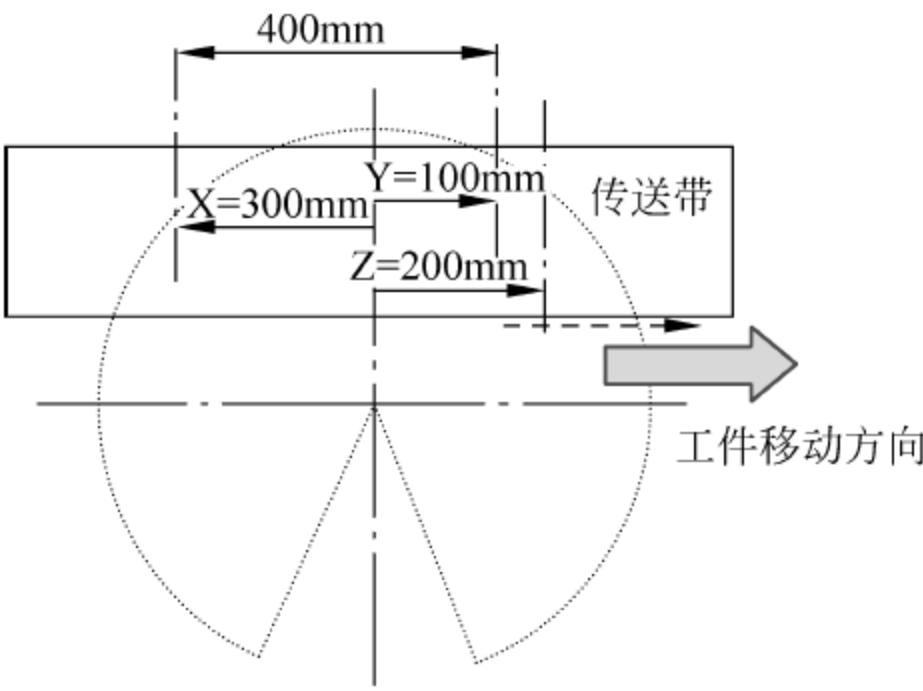

图 29-28 机器人追踪区域及机带关系
- (2) 传送带在机器人前方,工件移动方向为从左向右,则设置 PTN 的 X 坐标=2。追踪区范围 PRNG: (X,Y,Z)=(+300,+100,+200),如图 29-28 所示。